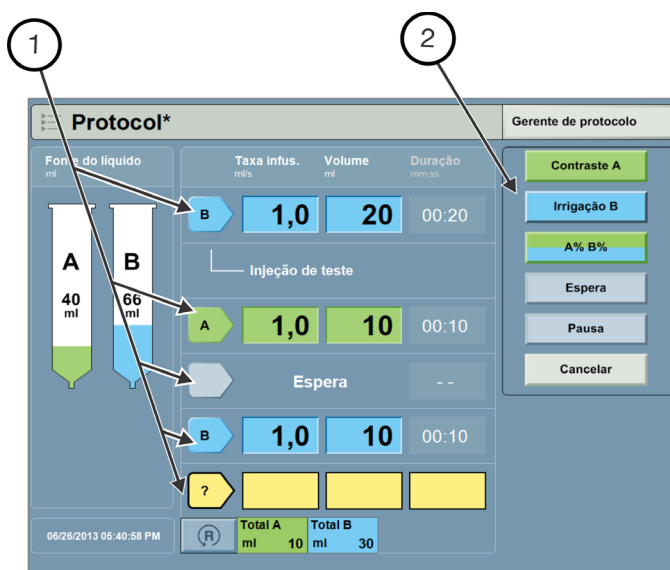

Figura 8 - 1: Selecionar tipo de fase
1. Selecione uma seta (1) para criar ou modificar um protocolo. Consulte Figura 8 - 1: Selecionar tipo de fase.